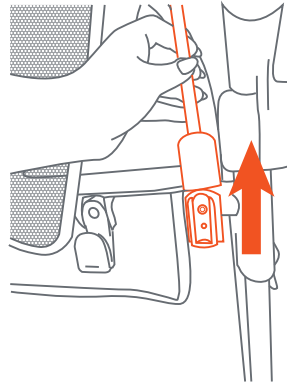

Fig. 8d
- **To remove the canopy:** Pull the canopy rod up to remove from the plastic tab (Fig. 8d).
- **Para quitar la cubierta:** Tire de la varilla de la cubierta hacia arriba para quitarla de la pestaña de plástico (Fig. 8d).